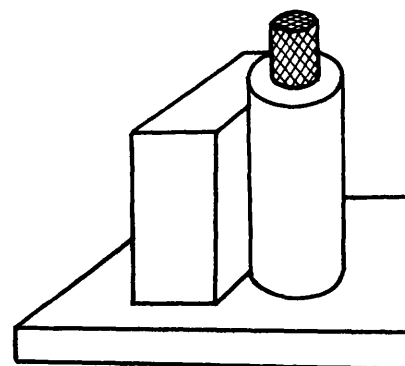

Fig. 3
- ___ b Controle la perpendicularidad(fig.3).